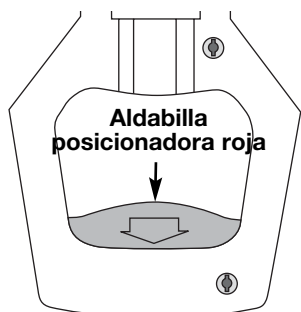

Fig. 6
1. Si la manija posicionadora esta en la posición de **ARRIBA**, agarre la aldabilla posicionadora roja de la manija (Fig. 6) y presionela hasta que el mecanismo interno se libere.
1. Si la manija posicionadora esta en la posición de **ABAJO**, agarre la aldabilla posicionadora roja de la manija (Fig. 6) y presionela hasta que el mecanismo interno se libere.